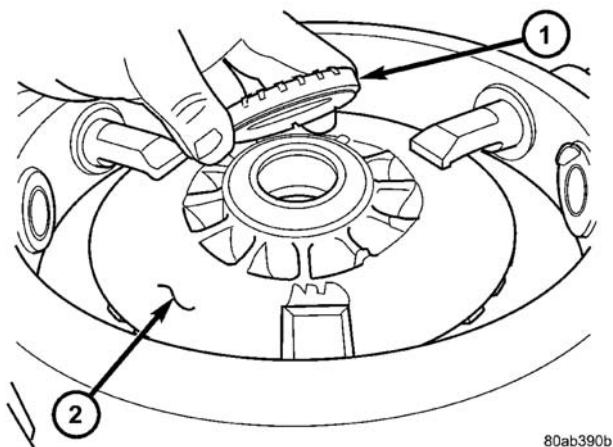

图 48 枢轴轴承的安装
(5) 若已将枢轴轴承从上座卸下，在上弹簧座 (图 48) 的顶部安装枢轴轴承。在上座安装轴承时，必须让枢轴轴承的小直径侧朝向弹簧座。安装后，枢轴轴承一定要平坐在弹簧座上。